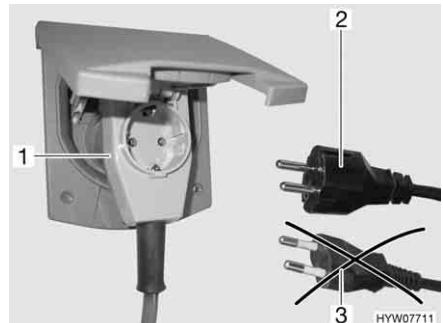

Bild 149 Anschluss an eine Winkelkupplung mit Steckdose
► Bei Verwendung einer CEE 17 Winkelkupplung mit rückseitig eingebauter Steckdose (Bild 149,1) nur einen gummierten und versiegelten IP 44 Stecker mit Schutzkontakt (Bild 149,2) verwenden. Keine Stecker ohne Schutzkontakt (Bild 149,3) verwenden. Gefahr eines Stromschlages!